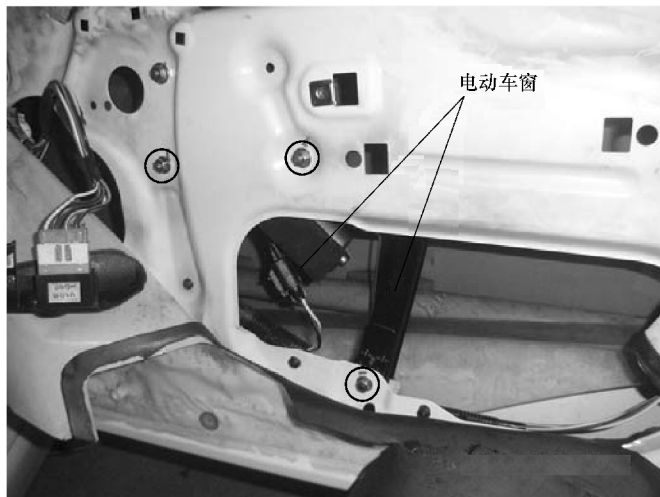

图 5-32 取下内门护板后的实物图
4) 将上述固定螺钉的小板件全部拆出后, 双手用力往外拉内门护板 (内有带螺纹的塑料卡子卡住, 应稍用力向外拉), 即可取下内门护板, 露出如图 5-32 所示的实物图。可看到电动车窗局部图。
5) 将图 5-32 中圈出的螺钉全部旋出, 拔出电动车窗电动机上的连线插头 (上图中箭头下方)。此时电动车窗已松动, 但由于车窗玻璃还未与升降器脱离, 所以还不能取出。
7) 完成上述工作后, 将升降器从螺孔中取出, 往左旋转, 从图 5-32 中的开口中斜向拉出升降器, 如图 5-33 所示。